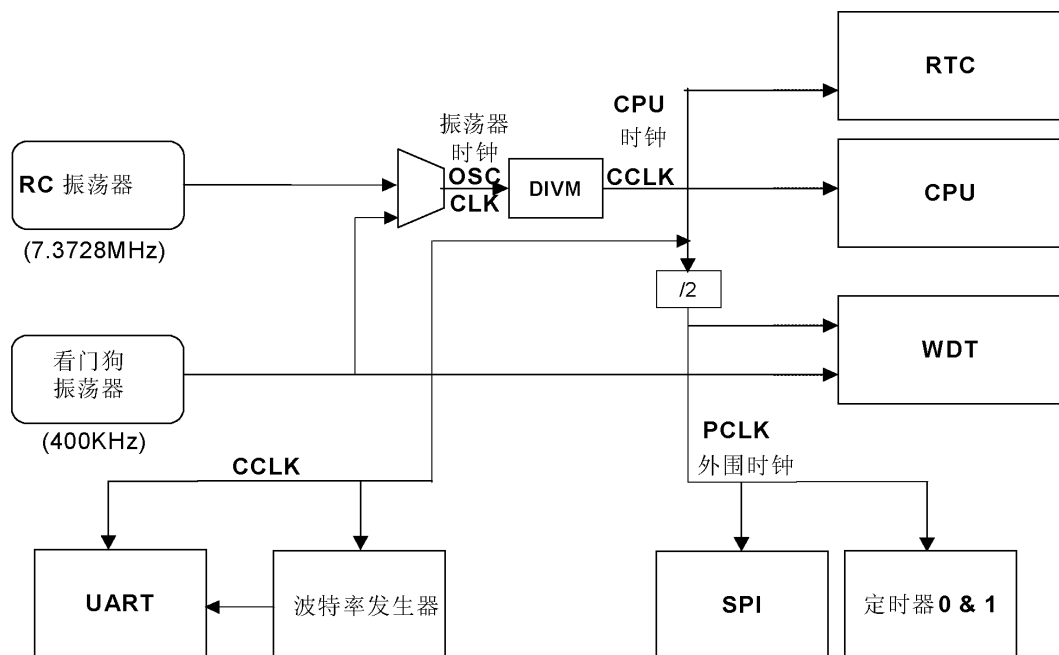

图3 LPC914 振荡器控制框图
- OSCCLK—输入到 DIVM 分频器的时钟。OSCCLK 可选择 4 个时钟源之一（见图 3），也可降低到较低的频率（见“CPU 时钟（CCLK）时钟调整：DIVM 寄存器”一节）。注：fosc 定义为 OSSCLK 频率